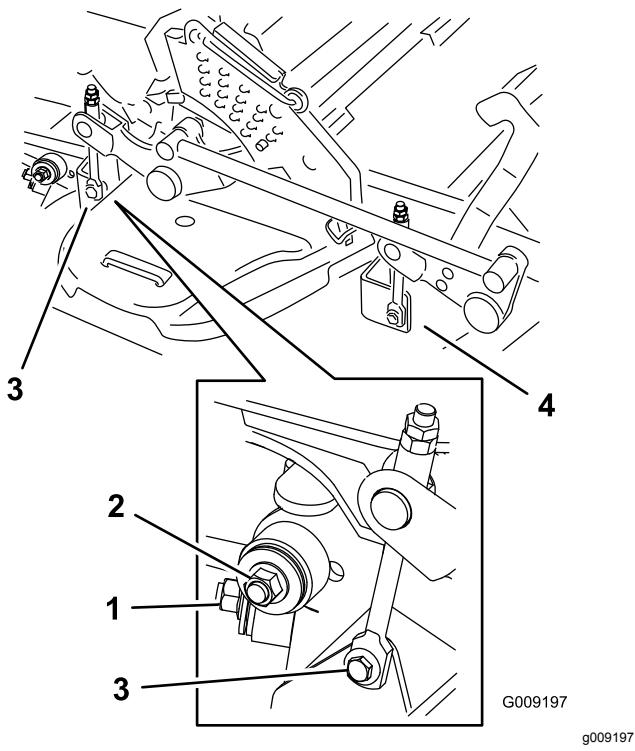

Figura 108
7. Retire e guarde as ferragens em ambos os lados da plataforma (Figura 108).